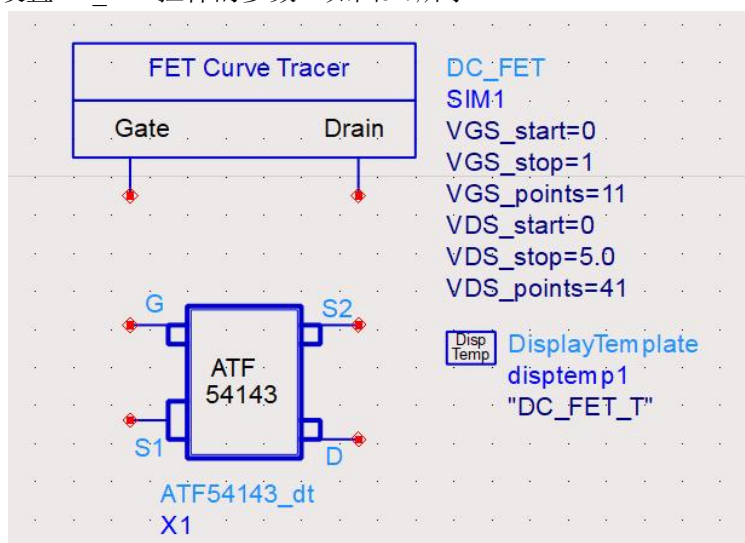
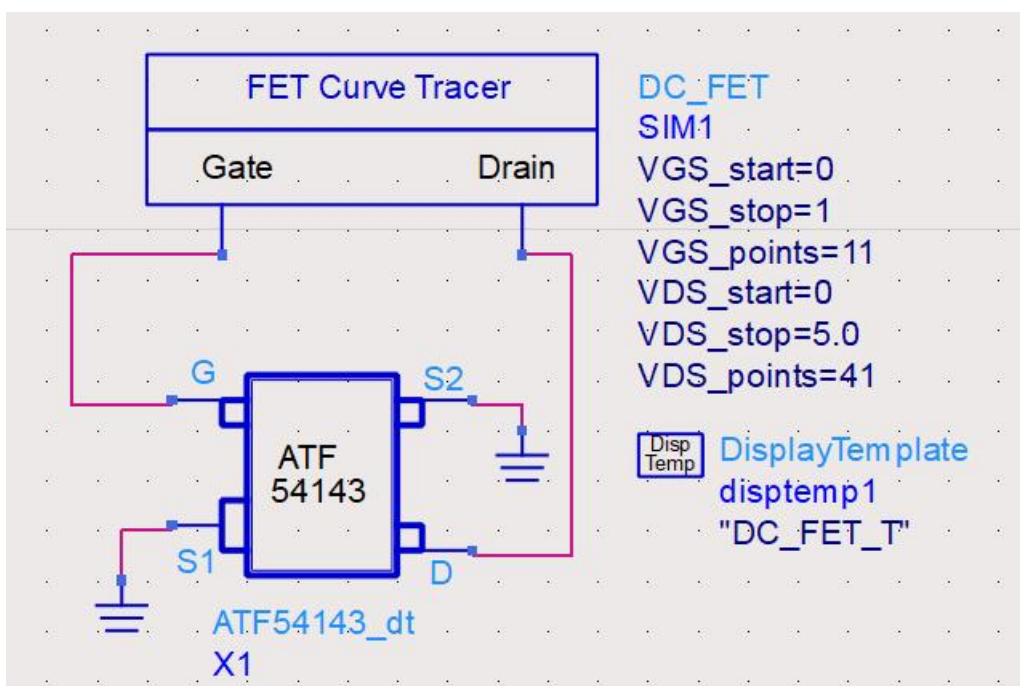

图 5.7
图 5.8
- (4) 选择“ATF54143_dt”,右击“Place component”添加至原理图。
(5) 下面需要设置DC_FET控件的参数。如图5.7所示。
- (6) 根据图5.7可以设置相关参数并用图标连接原理图，如图5.8所示。
(7) 图5.8中DC_FET中的各项参数设置如下。